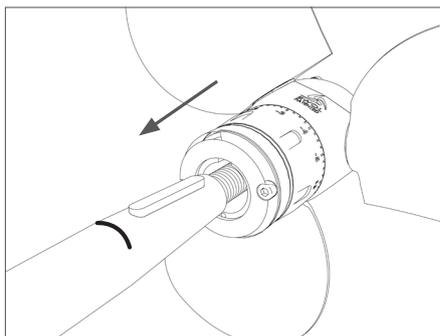

FIG. 13 | Innestare l'elica sull'asse con la chiavetta
- Innestare il gruppo elica completo sull'asse porta-elica (Fig. 13) e tenerlo in posizione prima del fissaggio.